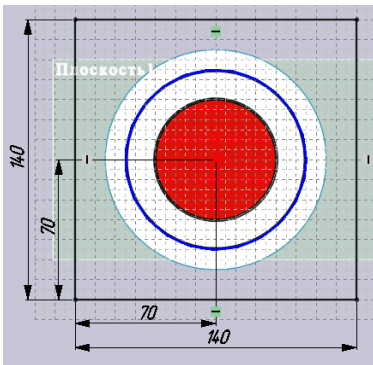

Рисунок 12.56 - Ескіз прямокутника
- «Разделение инструментов». На знову створений площині відкриється ескіз, у якому намалуйте прямокутник, показаний рис. 12.56.